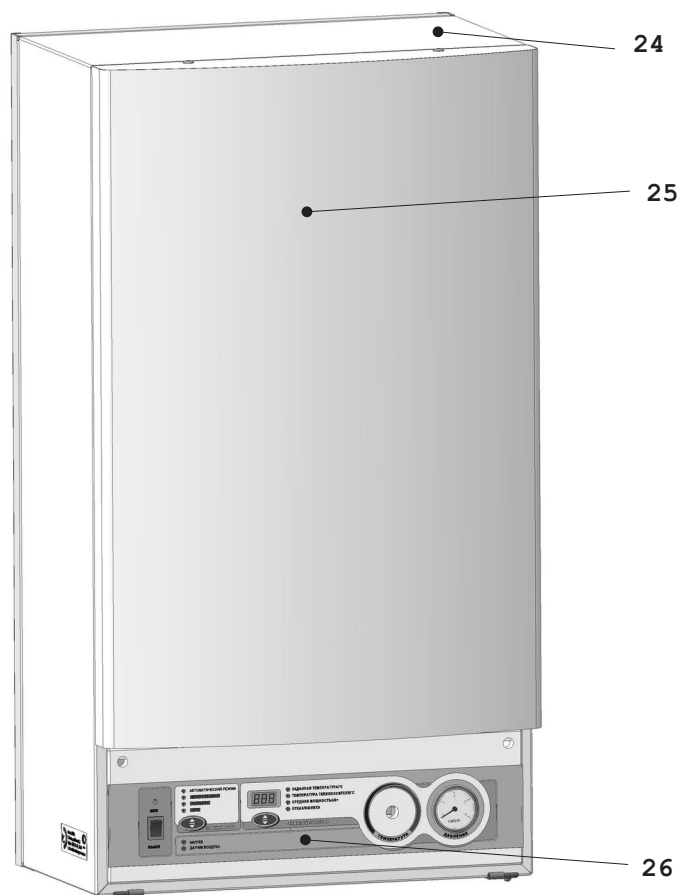

Рис. 2
4.2 На кожухе (24) Рис. 2 в нижней его части расположена панель управления (26) с элементами управления и индикации режимов работы прибора. Для монтажа и обслуживания устройств, расположенных внутри прибора, панель лицевая (25) может сниматься предоставляя доступ к любому узлу.
| 10 - плата питания и реле | 24 - кожух (рис.2) |
| 11 - автоматический выключатель | 25 - панель лицевая (рис.2) |
| 12 - предохранительный клапан | 26 - панель управления (рис.2) |